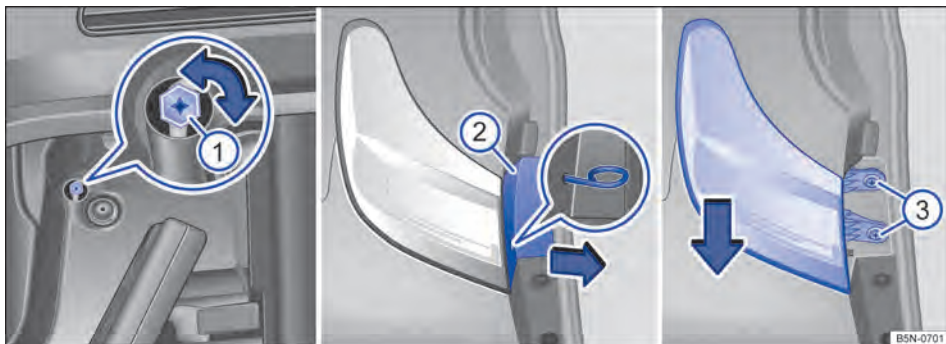

Fig. 243 Lateralmente no compartimento de bagagem: destravar a lanterna traseira, retirar o revestimento e desaparafusar os parafusos de fixação.
3. Introduzir o gancho extrator das ferramentas de bordo (⇒ Página 393) no furo pequeno do revestimento ⇒ Fig. 243 (2). Retirar o revestimento com o gancho extrator no sentido da seta.
5. Girar a trava (1) com a lâmina em cruz da chave de fenda das ferramentas de bordo em 90° no sentido anti-horário até o batente.
6. Desaparafusar os parafusos de fixação (3).
16. Girar a trava ⇒ Fig. 243 (1) em 90° no sentido horário até o batente.
19. Segurar a luz traseira na posição de instalação com uma das mãos e apertar os parafusos de fixação com a outra mão (3).
20. Instalar o revestimento ⇒ Fig. 243 (2) da lanterna traseira primeiro embaixo, em seguida em cima na posição original.